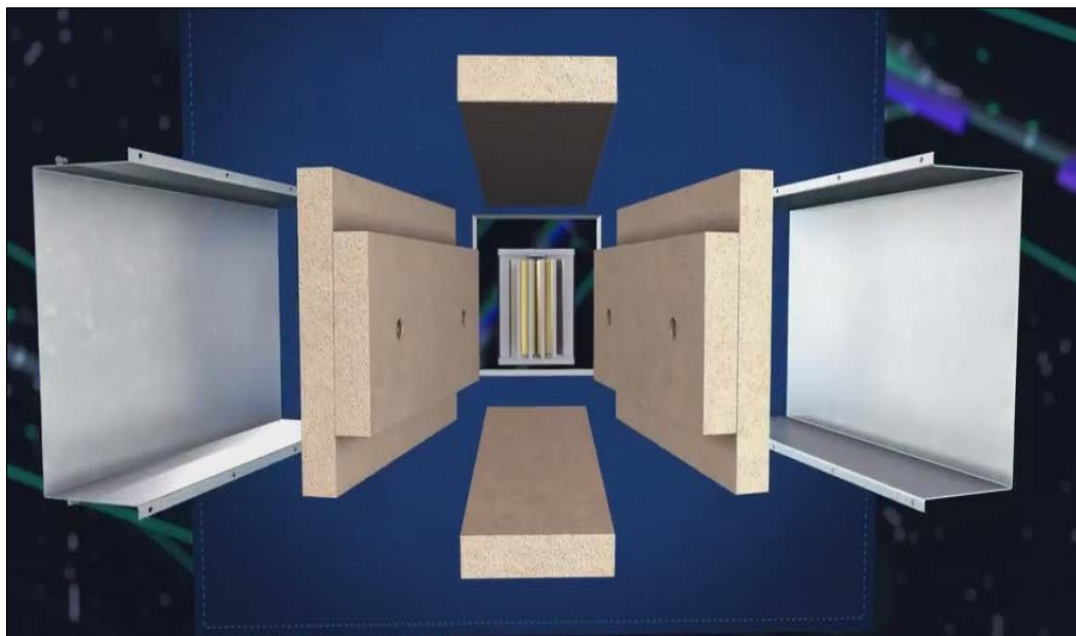

Рис. 2.
1. Снимите защитный металлический кожух и разъедините противопожарный барьер на четыре части (Рис. 2).